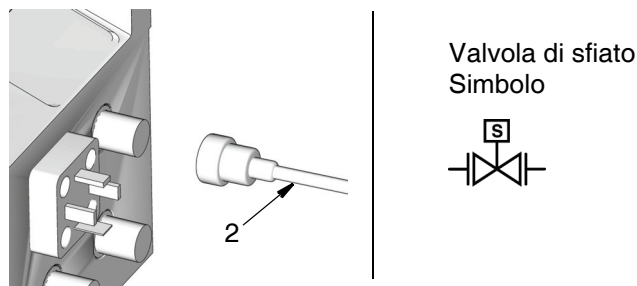

FIG. 3
4. Collegare l'estremità del cavo (2) al G3 (FIG. 3).
NOTA: Verificare che sia selezionata la porta corretta sul G3. Localizzare il simbolo mostrato in FIG. 3 sull'etichetta G3 per selezionare la porta corretta.